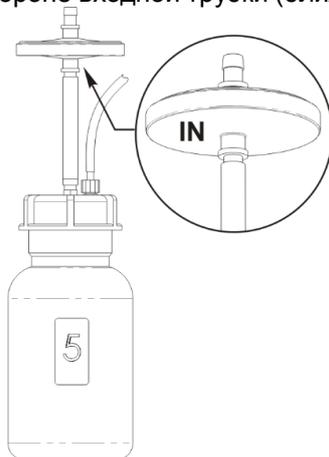

Рисунок 12. Установка фильтра
- 9.6. Замена гидрофобного фильтра (рис. 12).
**Внимание!** Соблюдайте расположение фильтра согласно рис. 12. Обозначение **IN** должно быть расположено на стороне входной трубки (ближе к бутылке-ловушке).